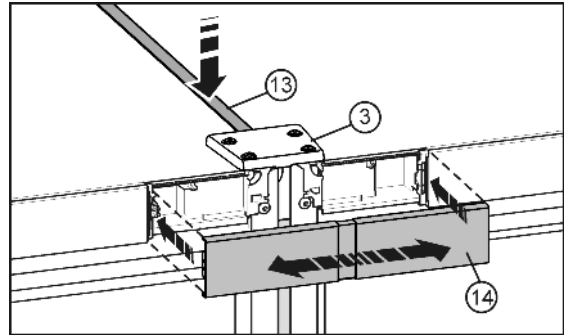

Fig. 10
- ▶ Sur la face supérieure, pousser la baguette courte Fig. 10 (13) dans la fente. La baguette doit affleurer sur la face avant avec la plaque de jonction Fig. 10 (3).
- ▶ Faire encliqueter le cache Fig. 10 (14) sur l'espace encore ouvert des deux caches du panneau de commande. Veiller à ce que les parois extérieures du cache affleurent avec les caches du panneau de commande. A cet effet, le cache est télescopique.